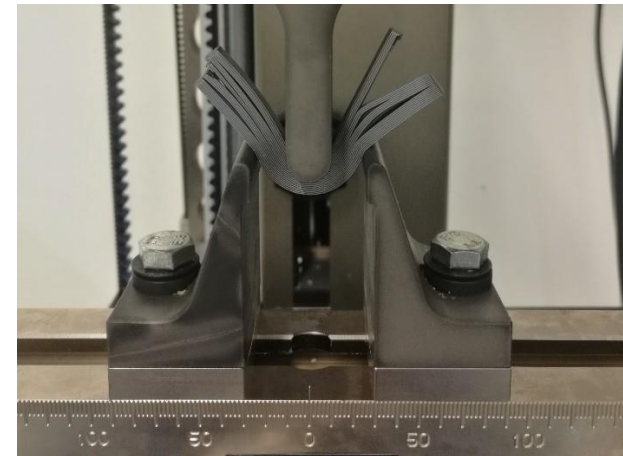
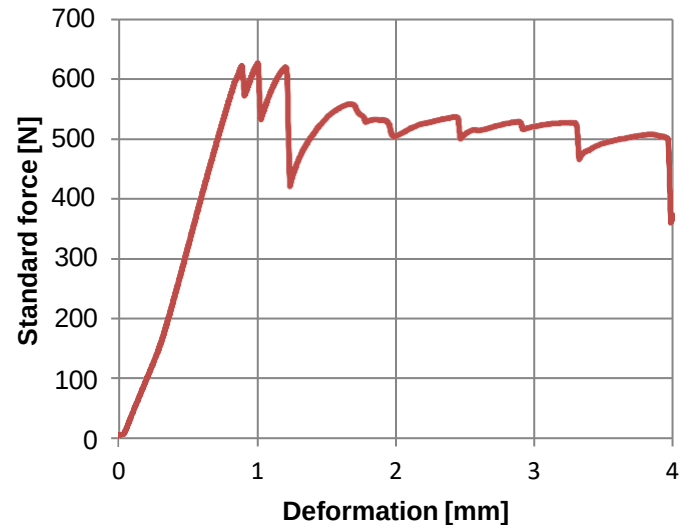

Figure 2: Rupture de la poutre en PLA lors d'un essai de flexion 3 points
Figure 3: Courbe force déplacement correspondant à la figure précédente
6. Revenez aux Figure 2 et Figure 3. Analysez ce qu'il s'est passé. Quel rapprochement pouvez-vous faire avec la microstructure des pièces obtenues par FDM ? À quelle propriété d'interface ce test donne-t-il accès ? En calculer la valeur en sachant que la poutre a une hauteur de 7.74 mm et une largeur de 7.52 mm.